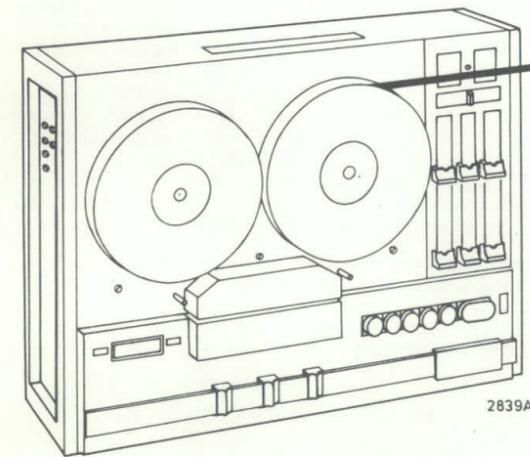

Fig. 13
- . De remkracht van de linker en rechter spoelschotel moet ca. 1000 gram bedragen. Deze kracht kan worden gemeten met behulp van een volle haspel en een veerdrummet, zoals in fig. 13 is aangegeven.